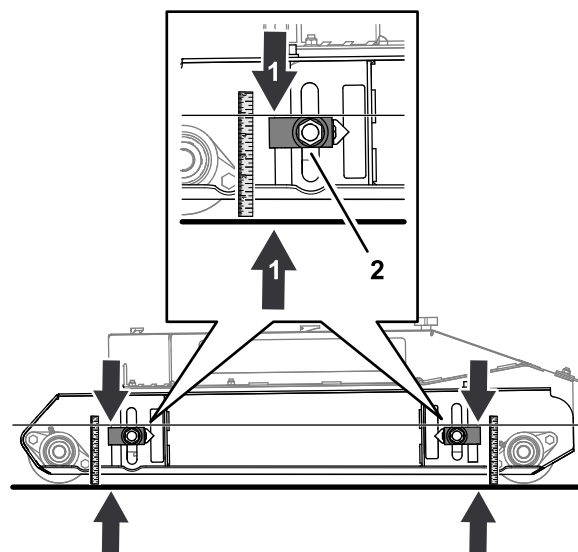

Рисунок 73
1. Ослабьте гайки крепления блока регулировки высоты скашивания (Рисунок 73).
землей не станет равным 124 мм (Рисунок 73).